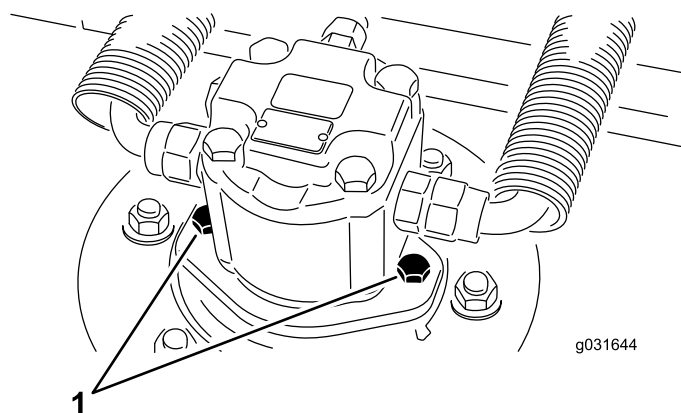

Figura 67
2. Rimuovete le viti di montaggio del motore idraulico e scollegate e staccate il motore idraulico dall'apparato di taglio (Figura 67).
4. Utilizzando le viti di montaggio del motore idraulico, montate il motore idraulico sull'apparato di taglio (Figura 67).